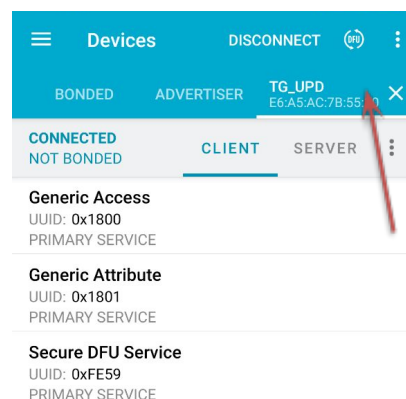
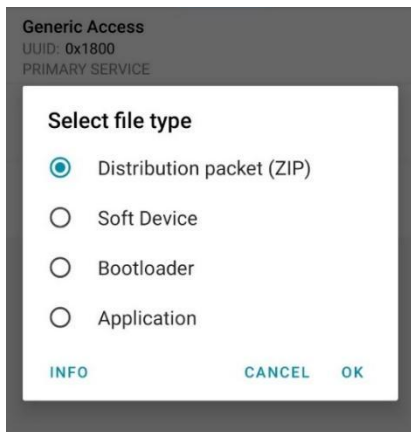

Рисунок 14 – Подключение к TG\_UPD
Рисунок 15 – Выбор файла прошивки
- После нажатия на иконку DFU (рисунок 14) появится меню выбора файла ПО датчика, где нужно выбрать Distribution packet (ZIP) (рисунок 15), затем в файловом менеджере выбрать файл прошивки, предварительно загруженный на смартфон.